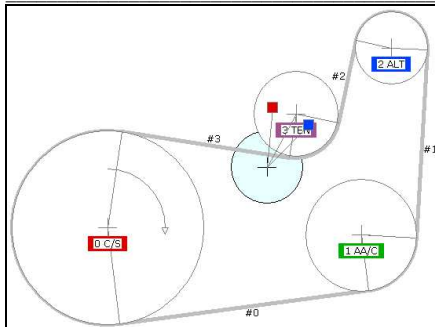

Figure 1. Saturn Vue 3.5L V6 Belt routing diagram.
3. Locate and take note of the under hood belt routing diagram. If missing, refer to Figure 1.
3. Prendre note du placement de la courroie d'origine (schéma de placement, sous le capot). Si le schéma de placement est manquant, voir la figure 1.